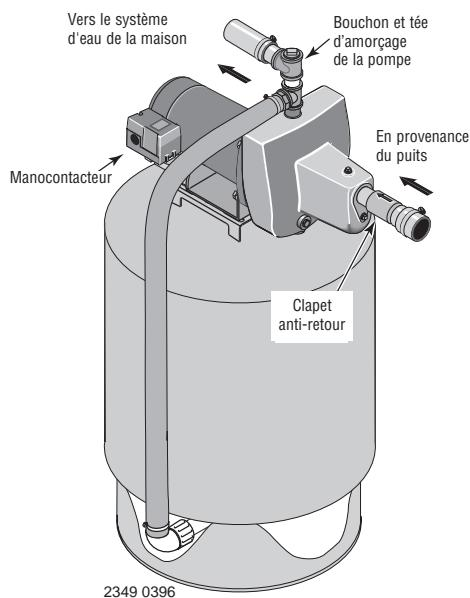

Figure 4 : Branchements sur un réservoir préchargé
BRANCHEMENT SUR UN RÉSERVOIR PRÉCHARGÉ (Figure 4)
- 1 ° Poser deux tés dans l'orifice de refoulement de la pompe (voir la Figure 4). Le diamètre du tuyau doit être au moins aussi grand que le diamètre de l'orifice de refoulement.